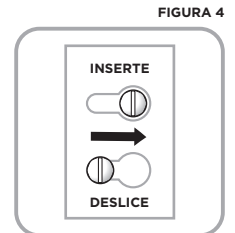

FIGURA 4
11. Alinee los orificios en el aparato con los dos tornillos y colóquelo en su lugar (ver Figura 4).